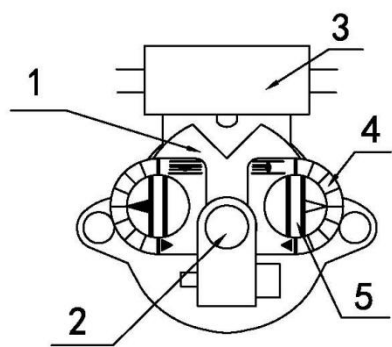

Рис.1 Механизм управления крутящим моментом
6.1.1 Механизм управления крутящим моментом (см рисунок 1): он состоит из кривошипа, стопора, кулачкового указательного диска, опорной плиты и микропереключателя. Когда выходной вал подвергается определенному сопротивлению крутящему моменту, в дополнение к вращению, червяк также производит осевое смещение, которое заставляет кривошип вращаться и одновременно вызывает угловое смещение стопора, приближаясь к кулачку и поднимая опорную плиту. Когда крутящий момент на выходном валу увеличивается до заданного значения, опорная плита поднимается до тех пор, пока не будет приведен в действие микропереключатель, питание отключено, и двигатель остановлен, чтобы реализовать управление выходным крутящим моментом электрического устройства.